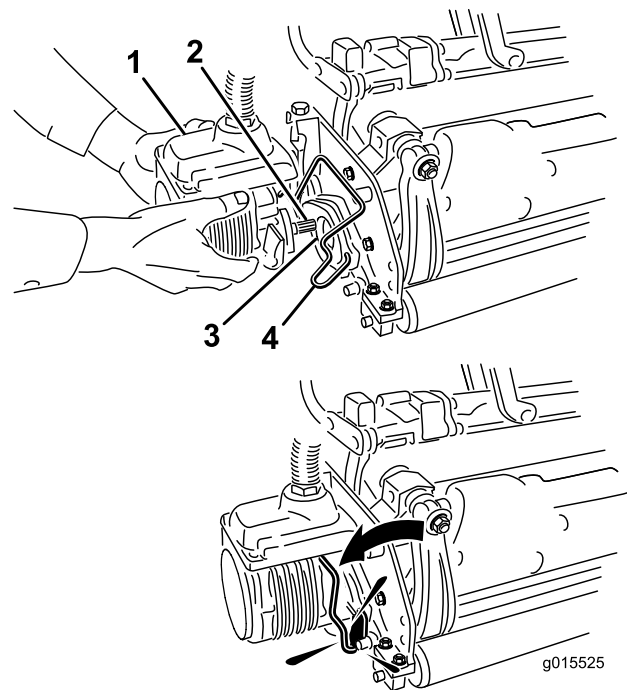

図 15
11. カuttingユニット用モータのスプラインシャフトにきれいなグリスを塗りつける 図 15。
12. モータを、カuttingユニットの左側運転席から見てに取り付け、カuttingユニットについているモータ固定バーを、モータの上から被せるようにセットし、モータの左右から「カチッ」というロック音が聞こえるまで押し下げる 図 15。